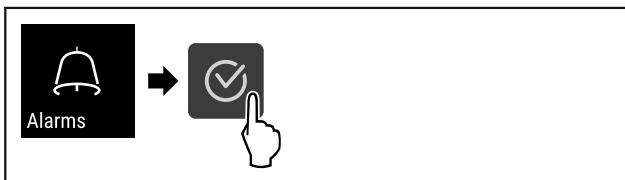

Fig. 121
- ▶ Végezze el a gyakorlati lépéseket (lásd Fig. 121).